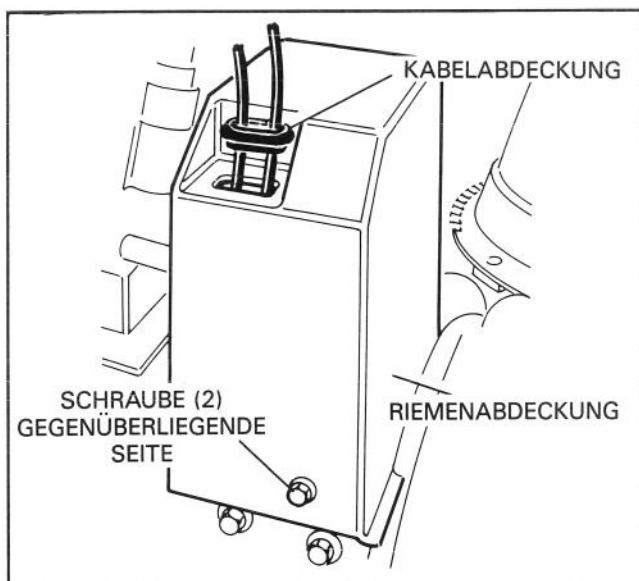

Abbildung 5
6. Die drei Gewindeschneidschrauben, mit denen die obere Treibriemenabdeckung am Motorsockel angebracht ist, entfernen und die Kabelabdeckung hochschieben (Abb. 5). Die Kabelabdeckung sorgfältig aufbewahren.